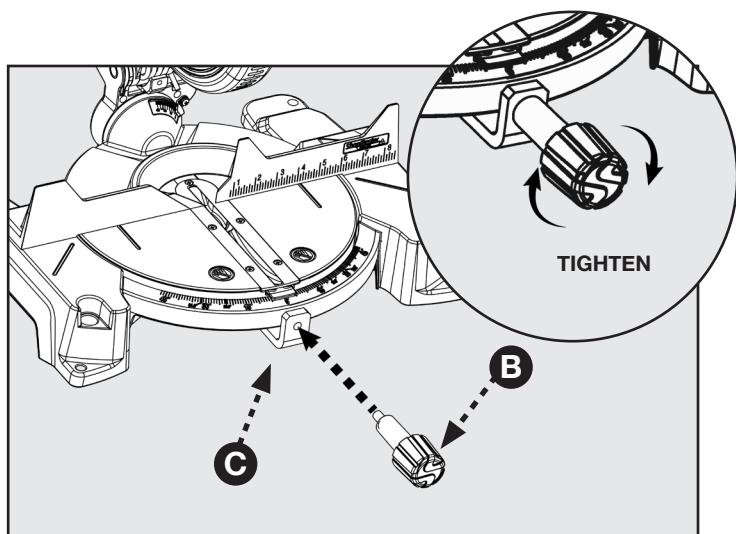

FIGURE 6
1. Consultez la figure 6 et fixez la manette de blocage de l'onglet en vissant le bout de la manette de blocage de l'onglet (B) dans le pas de vis (C) du bras de commande. Serrez en tournant la manette de blocage dans le sens horaire.